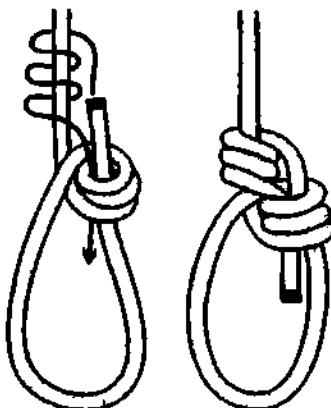

Рис. 320. Трижды перекрученный булинь с дополнительными шлагами на коренном конце.
**Дважды перекрученный булинь** ослабляет трос уже не на 50%, а на 30-45%. Если ходовым концом сделать дополнительные шлаги вокруг коренного конца, безопасность узла ещё в большей степени повышается (рис. 320).